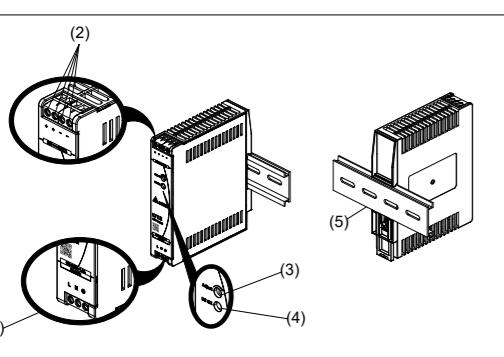

Figure 1
5.2. Anschluss der Ausgangsklemmen (Abb. 1 (2))
Verwenden Sie die Schraubklemmen „+“ und „-“, um den 12 Vdc-, 24 Vdc- oder 48 Vdc-Anschluss herzustellen. Die grüne LED „DC OK“ zeigt die korrekte Funktion des Ausgangs an (Abb. 1 (4)).
2. Device description (Fig. 1)